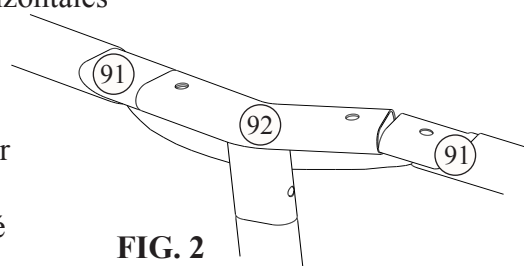
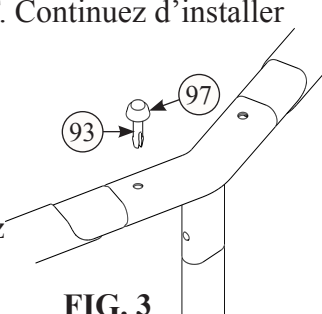

FIG. 2
FIG. 3
3. À la dernière connexion, installez le dernier Raccord-Té sur l'extrémité d'une poutres. Soulevez les deux dernières Poutres pour former un angle entre elles qui facilitera l'introduction de leur extrémité dans le Raccord-Té en abaissant les deux poutres ensemble. **Fig. 2**. Cette opération peut nécessiter deux personnes. Maintenant commencez à placer les Goupilles (93) / Œillets (97) par le haut des Raccords-Té jusqu'à ce que chaque Goupille s'enclenche en place dans le Raccord-Té, comme dans **Fig. 3**.